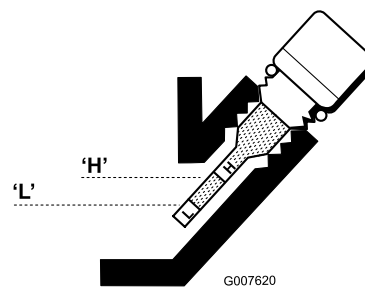

図 21
3. ゲージをウェスできれいに拭き、もう一度差し込む。ゲージはネジ込まずにさし込む。引き抜いて油量を点検する。量が不足している場合には、ゲージの読みがHとLの間になるまで、必要量だけオイルを補給する(図 21)。油量を確認する。入れすぎないこと。